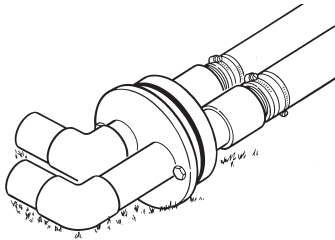

Figure 10
- Poser les coudes en acier en haut des mamelons-adaptateurs (voir la Figure 10). Pour qu'ils ne fuient pas, envelopper tous les raccords filetés de ruban en téflon!